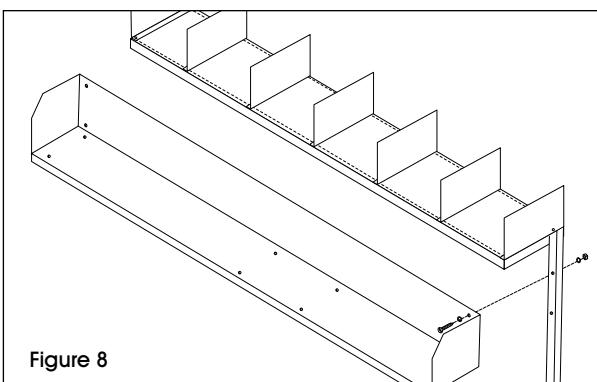

Figure 8
1. Fixez la tablette de rangement aux montants. Alignez les trous de boulon dans la tablette de rangement sur les deux trous de boulon près du haut des montants. Fixez la tablette à l'aide de boulons hexagonaux de 1/4 – 20 x 2 po, de rondelles et d'écrous. (Voir Figure 8)